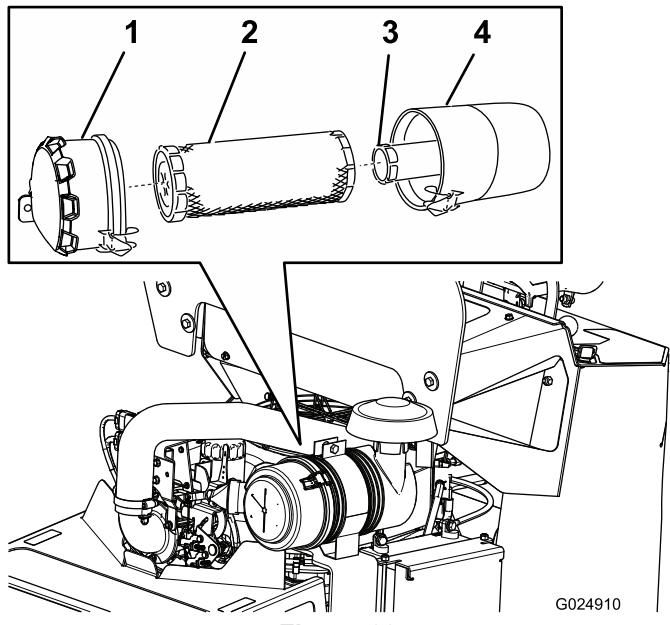

Figura 29
3. Abra los cierres del limpiador de aire y tire de la tapa de la entrada de aire para separarla del cuerpo del limpiador de aire (Figura 29).
5. Extraiga con cuidado el filtro primario del cuerpo del limpiador de aire (Figura 29).
2. Si va a cambiar el filtro interno, deslícelo cuidadosamente en el cuerpo del filtro (Figura 29).
3. Deslice cuidadosamente el filtro primario por encima del filtro interno (Figura 29).
4. Deslice la tapa sobre el cuerpo del limpiador de aire y sujetela con los enganches (Figura 29).